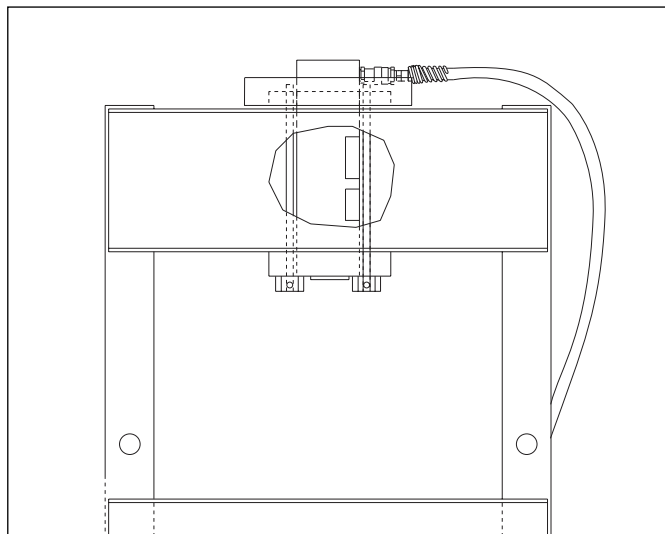

Рис. 2. Гидравлические соединения для цилиндров одностороннего действия
4.1 Цилиндры одностороннего действия (см. рис. 2)